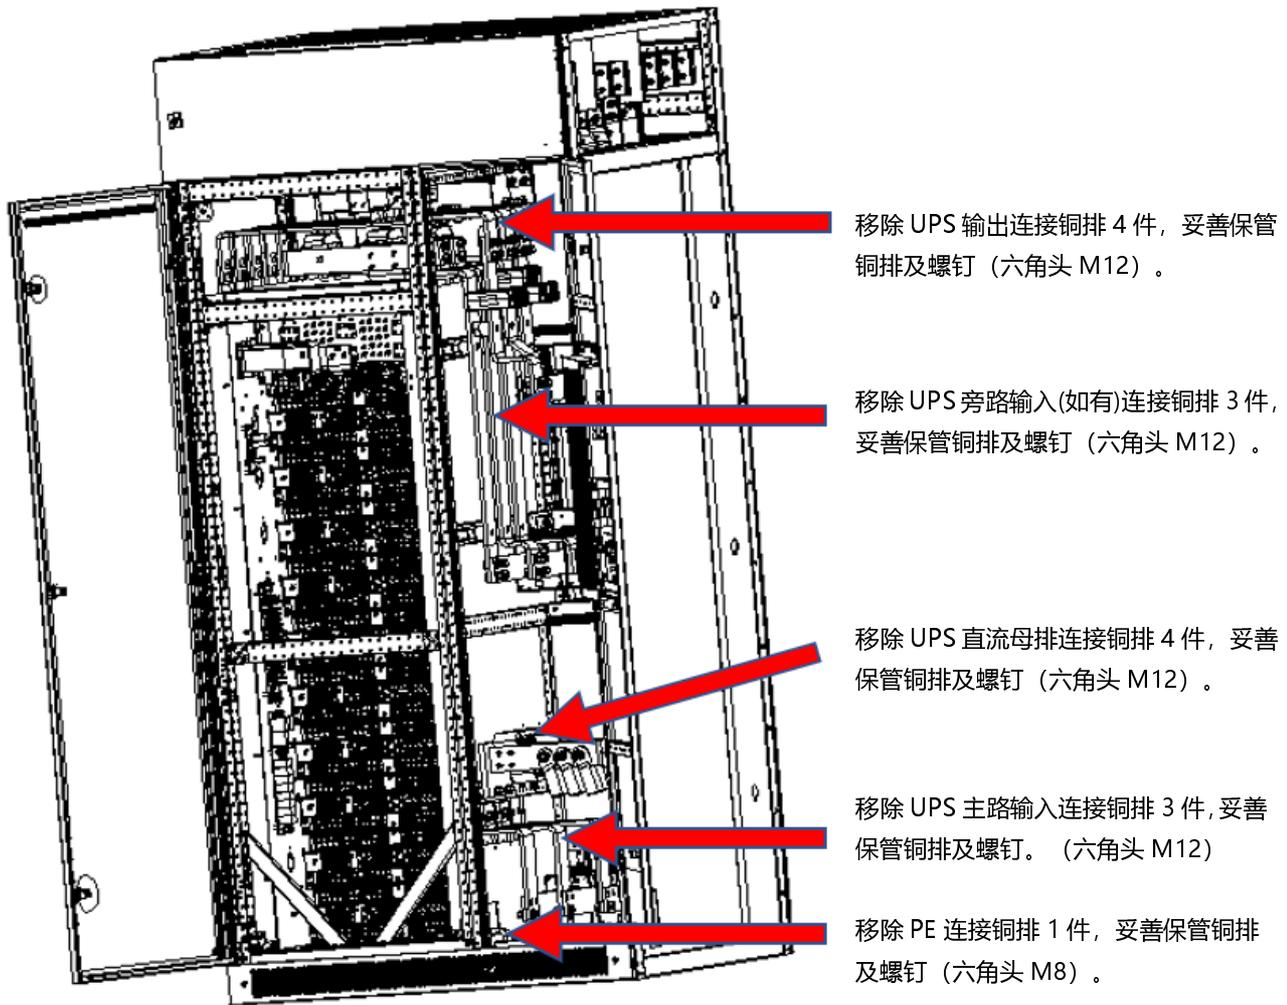

图3-13 UPS 的连接铜排
5. 按照顺序拆卸 UPS 输出连接铜排 4 件、UPS 主路输入连接铜排 3 件、UPS 旁路输入铜排 3 件(如有)、UPS 直流母排连接铜排 4 件、UPS 连接 PE 铜排 1 件，拆除的铜排及螺钉请妥善保管。详见图 3-13 所示。